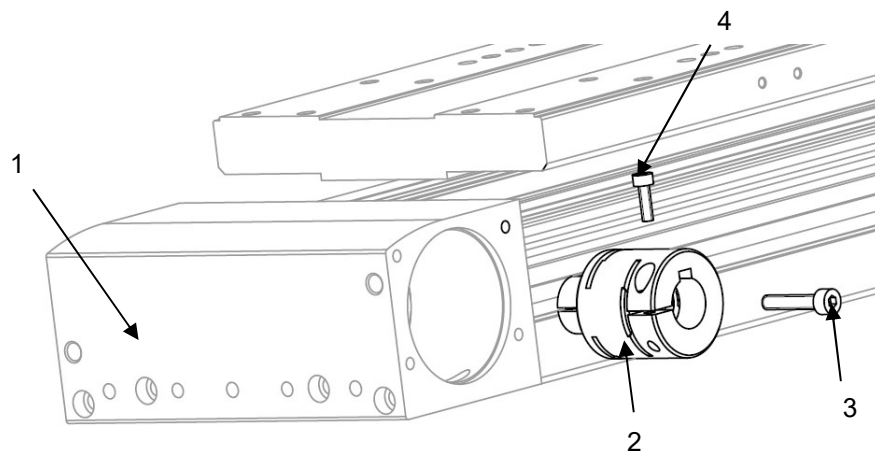

Рисунок 3 – Установка муфты на модуль
- 1) Установите муфту (поз. 2) в шкив модуля (поз. 1) (см. рисунок 3). Закрепить муфту с помощью винта (поз. 3). Момент затяжки винта муфты см. п. 1.4.2.3. Установить винт (поз. 4) в муфту (поз. 2);